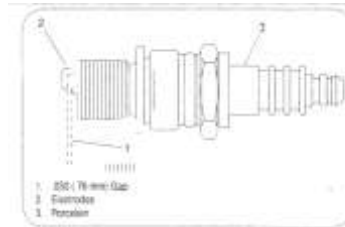

Рисунок 26
4. Измерьте зазор между контактами свечи с помощью щупа для измерения зазоров. При необходимости отрегулируйте его на значение 03 дюйма (0.76 мм). Смотри рисунок 26